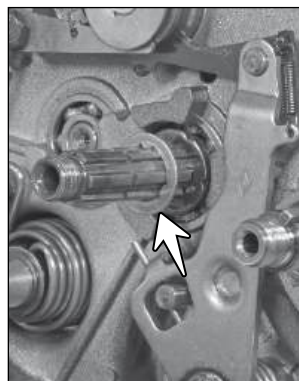

Fig. 3.12A
- Remova a arruela de travamento (seta) do eixo da embreagem. (Fig. 3.12A)